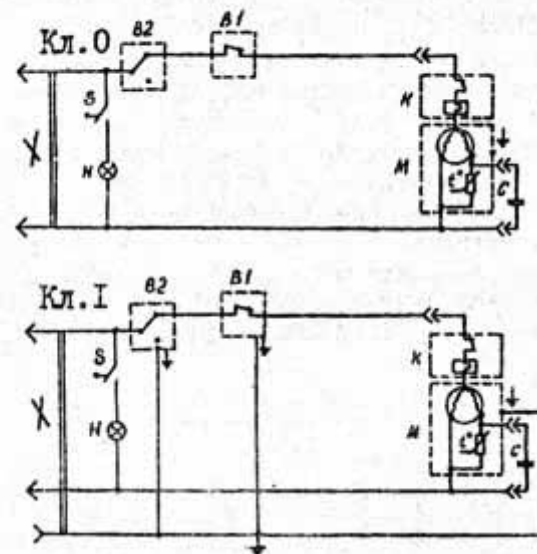

Рис.2.Схема принципиальная электрическая холодильников "Минск-212", "Минск-216".
4.1. Холодильник выполнен по степени защиты от поражения электрическим током класса 0 (без заземляющего провода). Принципиальная электрическая схема приведена на рис.2.